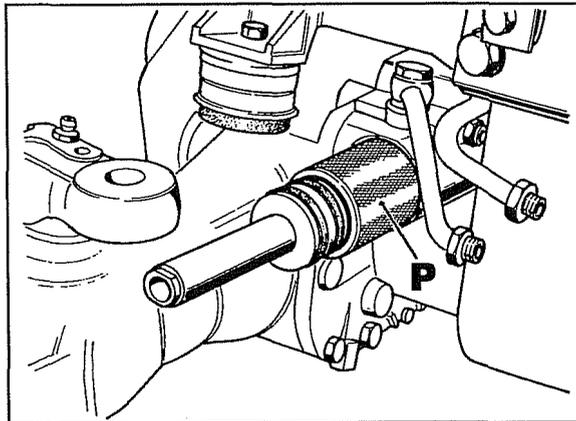

Abb. 74
- Zur den Wiedereinbau des Kolbens in den Zylinder ist der spezielle Montagedorn **P** Abb. 74 zu benutzen, der einen konischen Innensitz hat und damit das Einsetzen der Dichtungsringe in den Zylinder erleichtert, ohne sie zu beschädigen.